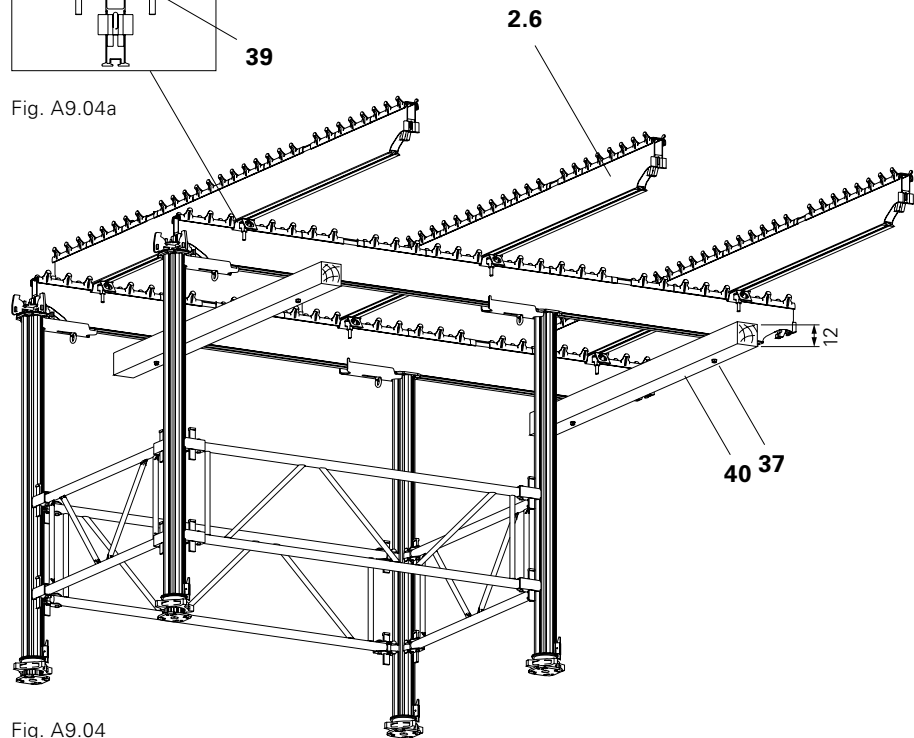

Fig. A9.04
1. Ligar 2 madeiras com mín. 8/12/225 (40) (fornecidas pelo contratante) aos parafusos hex. usando porcas e anilhas. (Fig. A9.04)